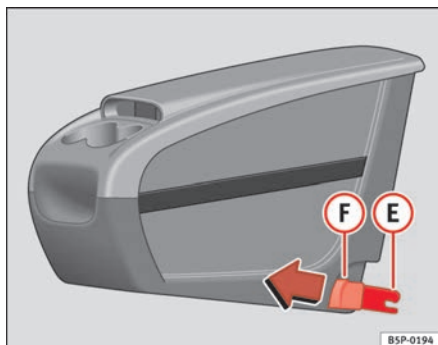
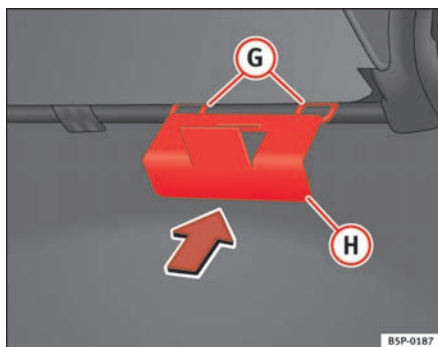

Fig. 111 Portaobjetos móvil. Montaje
Fig. 112 Placa de fijación del portaobjetos móvil
- Coloque desde el interior del vehículo, la placa de fijación **(H)** ⇒ fig. 112 del portaobjetos móvil, por la parte posterior del asiento. Debe estar situada entre el respaldo y el cojín, en la zona de la plaza central.
- Encare las dos piezas de fijación **(E)** ⇒ fig. 111, con las dos anillas de fijación **(G)** ⇒ fig. 112 y presione con fuerza hasta que las dos pinzas clipen totalmente con las anillas.
- Tire de cada uno de los botones ⇒ fig. 111 **(F)** de las pinzas (botones rojos) hacia delante, hasta oír que ha desclipado.